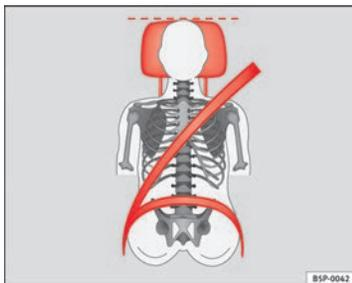
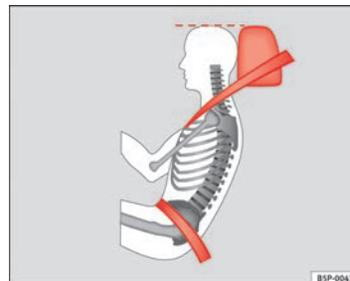

Fig. 91 Vista de frente: encosto de cabeça e cinto de segurança ajustados correctamente
Fig. 92 Vista de lado: encosto de cabeça e cinto de segurança ajustados correctamente
- Ajustar o encosto de cabeça de modo a que o rebordo superior do mesmo fique alinhado com a parte superior da cabeça, no mínimo à altura dos olhos ⇒ Fig. 91 e ⇒ Fig. 92.